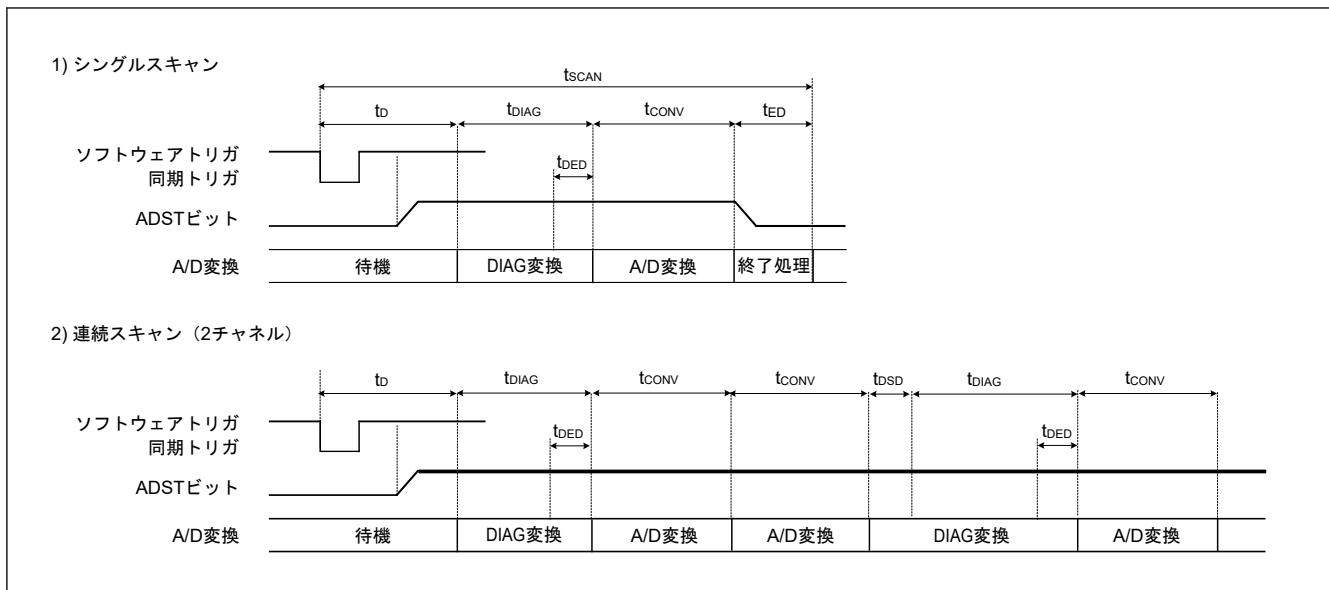
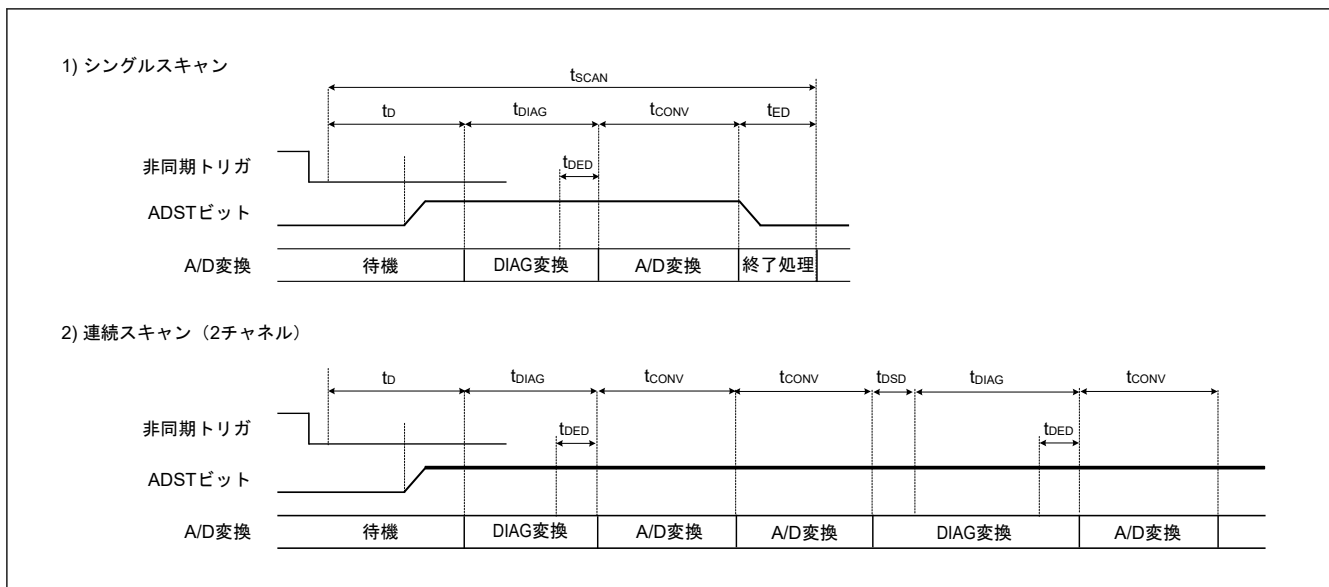

図 30.25 スキャン変換のタイミング (ソフトウェア起動または同期トリガ入力 (ELC) 起動の場合)
図 30.26 スキャン変換のタイミング (非同期トリガ入力 (ADTRG0) 起動の場合)
図 30.25 に、ソフトウェアトリガまたは同期トリガ (ELC) 起動によりスキャン変換を行う場合のタイミングを示します。また、図 30.26 に、非同期トリガ (ADTRG0) 起動によるスキャン変換を行う場合のタイミングを示します。スキャン変換時間 (t_{SCAN}) はスキャン変換開始遅延時間 (t_D)、断線検出アシスト処理時間 (t_{DIS})^(注1)、自己診断変換時間 (t_{DIAG} および t_{DSD})^(注2)、A/D 変換処理時間 (t_{CONV})、スキャン変換終了遅延時間 (t_{ED}) を含めた時間となります。
- 注 1. t_D、t_{DIAG}、t_{CONV}、および t_{ED} の各タイミングについては、図 30.25 および 図 30.26 を参照してください。